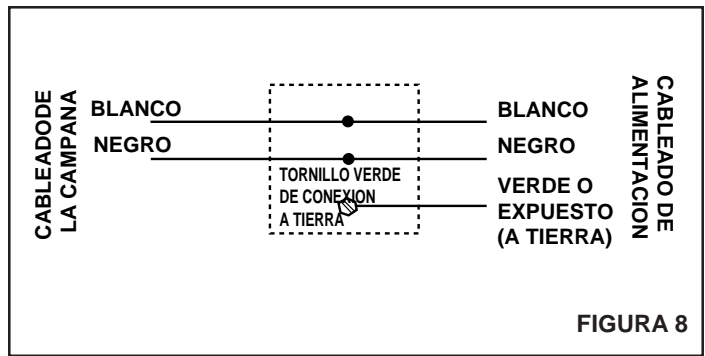

FIGURA 8
2. **Refiérase a la FIGURA 8.** Efectúe las conexiones del cableado.